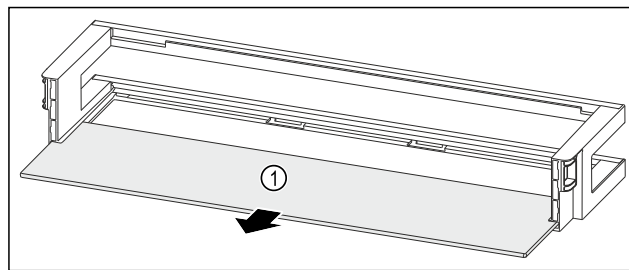

Fig. 247 Dveřní přihrádka s odkládací plochou
- Odkládací plochu Fig. 247 (1) odeberte.